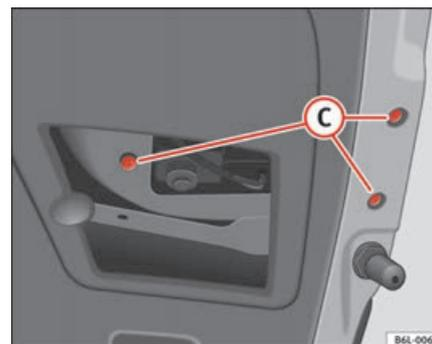

Fig. 163 Luz traseira na tampa do porta-bagagens ▶
- Extraia os parafusos (C) ⇒ página 231, fig. 163 e desligue a ficha.